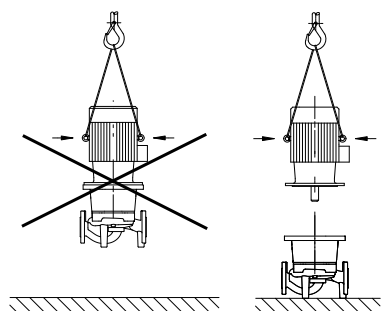

Fig. 20: Транспортиране на мотора
- Подемните халки на мотора трябва да се използват само за носене на моторното тегло, а не за носене на цялата помпа (Fig. 20).